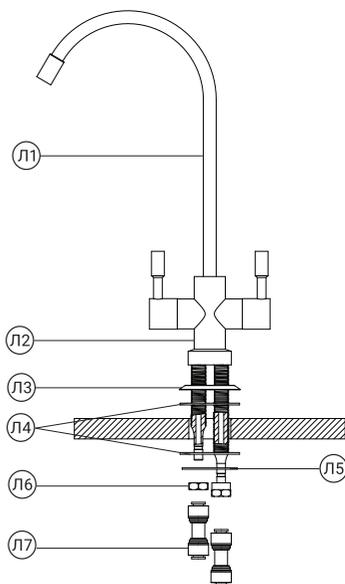

Рис. 20
2. Удалите транспортные заглушки и произведите монтаж крана (рис. 20) в следующей последовательности:
3. Конец трубки, идущей от выхода из фильтра, вставьте через цанговое кольцо в фитинг из комплекта поставки. Установите стопорную клипсу (рис. 20).
4. Фитинг вместе с установленной в него трубкой подключите к штоку крана чистой воды через цанговое кольцо фитинга, установите стопорную клипсу (рис. 20).